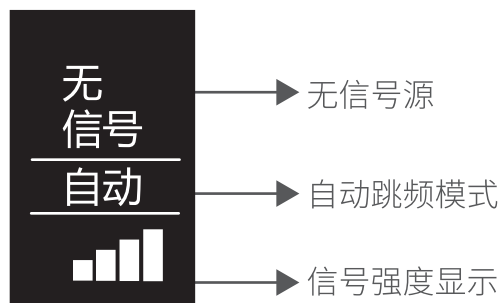
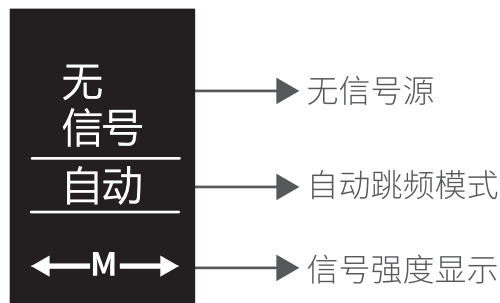

图1
图3
发射器与接收器显示内容一致。如图1）
（发射器无信号源接入时，如图3）
- (2) 将S-6230P接收器的SDI OUT接口与监视器或切换台SDI IN连接,若多个接收器同时使用时,每个接收器的SDI OUT接口与监视器或切换台SDI IN连接;
(3) 接通S-6230P发射器与接收器的电源,“Power”灯亮起,OLED屏幕显示“WAIT...”后跳转开机界面,如图1或图3;开机等待一段时间,发射端和接收端有可识别的信号输入且连接成功,“Link”和“Video”灯长亮。若发射端和接收端有可识别的信号输入但建立连接失败,则“Link”灯闪烁。